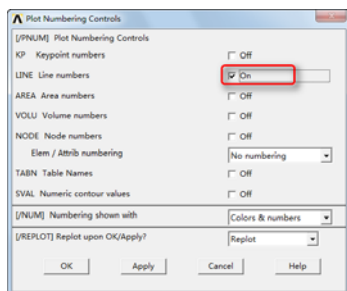

图 6-9 “Plot Numbering Controls”对话框
③单击“Apply”按钮会再次弹出“Create Keypoints in Active Coordinate System”对话框，在“Keypoint number (NPT)”输入框中输入 3，在“Location in active CS (X and Y)”输入框中分别输入 1 和 2.432。
④单击“Apply”按钮会再次弹出“Create Keypoints in Active Coordinate System”对话框，在“Keypoint number (NPT)”输入框中输入 4，在“Location in active CS (X and Y)”输入框中分别输入 1 和 0。
⑤单击“Apply”按钮会再次弹出“Create Keypoints in Active Coordinate System”对话框，在“Keypoint number (NPT)”输入框中输入 5，在“Location in active CS (X and Y)”输入框中分别输入 2 和 2.232。
⑥单击“Apply”按钮会再次弹出“Create Keypoints in Active Coordinate System”对话框，在“Keypoint number (NPT)”输入框中输入 6，在“Location in active CS (X and Y)”输入框中分别输入 2 和 0。
⑦单击“Apply”按钮会再次弹出“Create Keypoints in Active Coordinate System”对话框，在“Keypoint number (NPT)”输入框中输入 7，在“Location in active CS (X and Y)”输入框中分别输入 5 和 0。
⑧单击“Apply”按钮会再次弹出“Create Keypoints in Active Coordinate System”对话框，在“Keypoint number (NPT)”输入框中输入 8，在“Location in active CS (X and Y)”输入框中分别输入 5 和 0.7。
⑨单击“Apply”按钮会再次弹出“Create Keypoints in Active Coordinate System”对话框，在“Keypoint number (NPT)”输入框中输入 9，在“Location in active CS (X and Y)”输入框中分别输入 6 和 0。
⑩单击“Apply”按钮会再次弹出“Create Keypoints in Active Coordinate System”对话框，在“Keypoint number (NPT)”输入框中输入 10，在“Location in active CS (X and Y)”输入框中分别输入 6 和 0.5。
⑪单击“Apply”按钮会再次弹出“Create Keypoints in Active Coordinate System”对话框，在“Keypoint number (NPT)”输入框中输入 11，在“Location in active CS (X and Y)”输入框中分别输入 14 和 0。
⑫单击“Apply”按钮会再次弹出“Create Keypoints in Active Coordinate System”对话框，在“Keypoint number (NPT)”输入框中输入 12，在“Location in active CS (X and Y)”输入框中分别输入 14 和 0.8，单击“OK”按钮关闭该对话框。
⑬依次选择 Utility Menu→PlotCtrls→Numbering，会弹出“Plot Numbering Controls”对话框，如图 6-9 所示，单击“LINE Line numbers”后的方框，使 off 状态变为 on，单击“OK”按钮关闭该对话框。